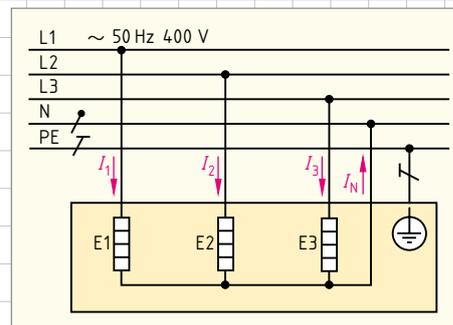

Bild 1: Eingeschaltete Kochplatten im Elektroherd
- In der Küche eines Elektrofachbetriebes befindet sich ein Elektroherd mit vier Blitz-Kochplatten. Über Siebentaktschalter sind davon drei Kochplatten in unterschiedlichen Schaltstufen eingeschaltet (► Bild 1):